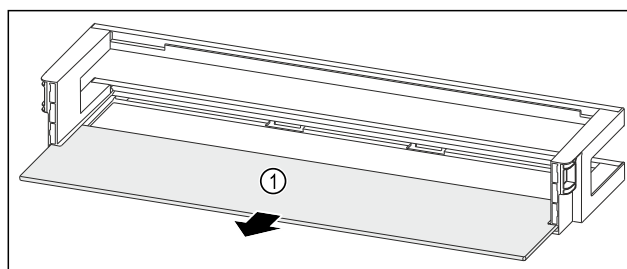

Fig. 116 Dveřní přihrádka s odkládací plochou
- Odkládací plochu Fig. 116 (1) odeberte.